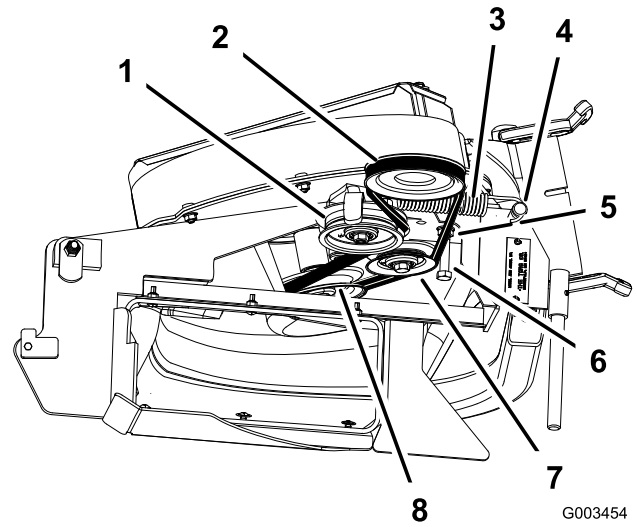

Figure 14
2. Sur les tondeuses de 122 et 132 cm, desserrez le boulon du guide-courroie (Figure 14).
3. Chaussez la courroie sur la poulie de ventilateur et la poulie de tension fixe (Figure 14).